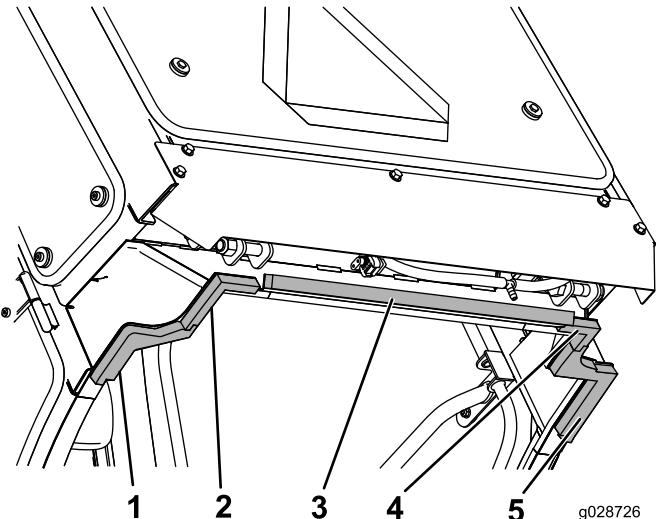

図 59
- 後部用ウレタンを、センター パネルの一番後部の低い端の中央部にセットする 図 59。
- 左後用と、右後用のウレタンを、後パネルの外側のタブの内側コーナーにセットする 図 59。
3. 左中と右中のウレタンの一番内側のエッジを、左後と右後のウレタンに合わせてタブをインタロックする 図 59。